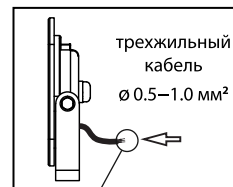

Рис.2
- Обесточьте сетевой кабель питания и подключите к проводу прожектора (Рис.2).